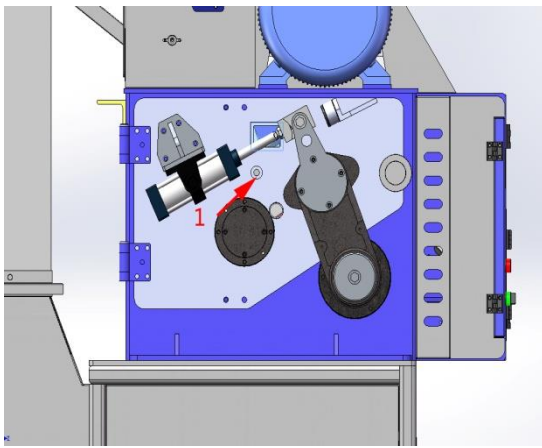

图 6 拧开 1 锁紧螺母
1. 挡料板的调节：（注意：无论何时是新机还是更换了胶辊都不要忘记调节挡料板与胶辊端面之间的距离，保证在 1-2mm 之间，以避免意外的发生。当机器在挡料板与胶辊端面在接触的情况下运转，可能会引起胶辊燃烧或挡料板的脱落。） 见图 6, 7。